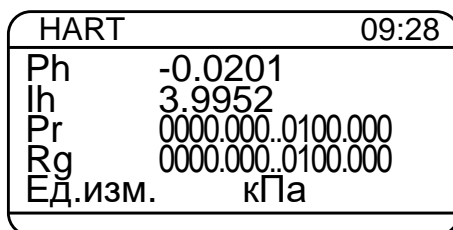

Рисунок 2.29
- единице измерения давления (Ед.изм.), считанных по HART-протоколу на момент входа в подменю (см. рисунок 2.29).